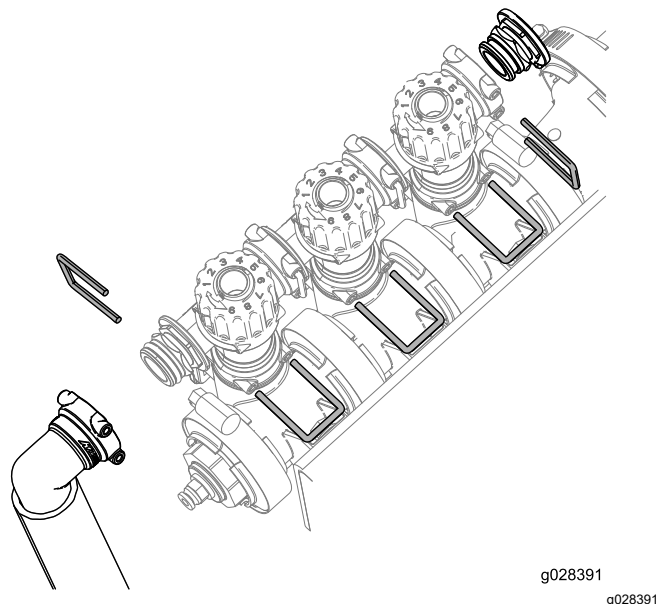

図 14
3. boomバイパスバルブ・クラスタアセンブリ、エンドキャップ、フィッティングホースアセンブリを保持しているリテーナを 図 14。